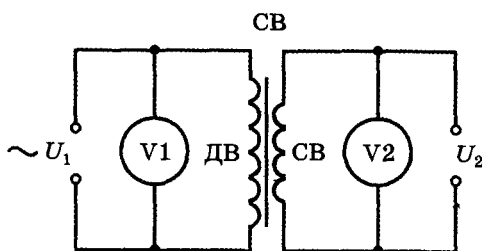

Рис. 74
1. К зажимам катушки СВ присоедините вольтметр переменного тока  $V_2$  (рис. 74) с пределом измерения 2 В. Зажимы катушки ДВ присоедините к выводам переменного тока адаптера с переключателем в
модель трансформатора. После каждой операции фиксируйте показания вольтметра (см. рис. 74).